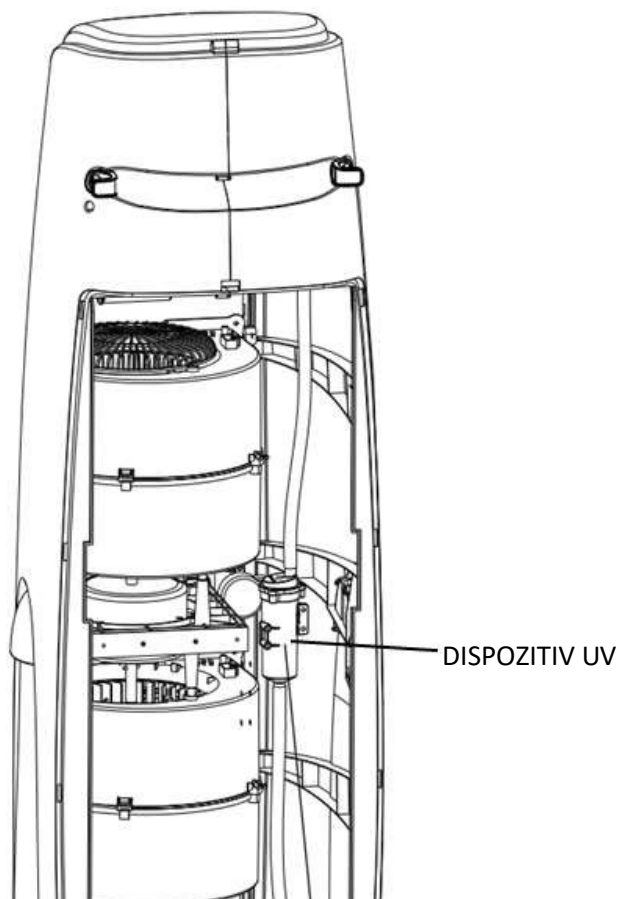

fig. 2
6. Apăsați butonul „ON” și apoi apăsați „COOL” pentru a porni răcirea. Va dura câteva minute până când se va atinge efectul maxim al modului selectat. Când apăsați „COOL”, lampa UV încorporată începe să funcționeze, sterilizând apa care curge prin dispozitivul UV (prezentat în fig. 2).